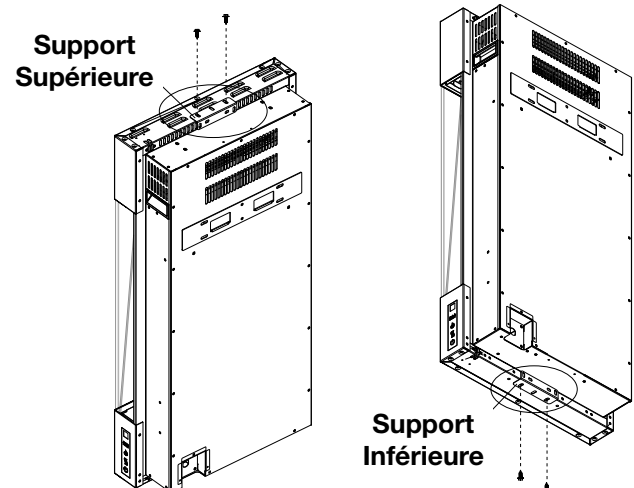

Fig. 1
3. Enlevez les supports supérieur et inférieur (**Fig. 1**).
5. Réinsérez l'appareil dans l'enceinte, puis fixez-le aux supports supérieur et inférieur (**Fig. 1**).